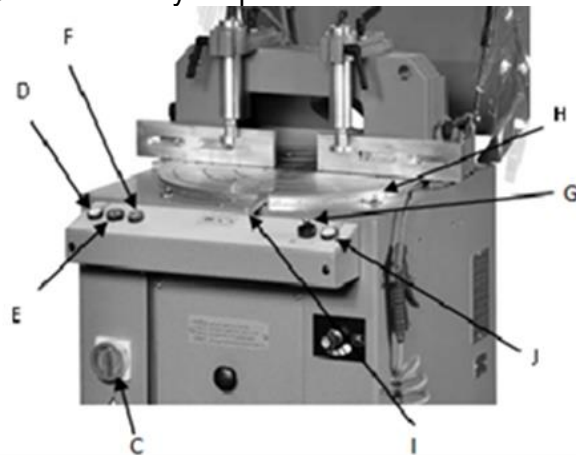
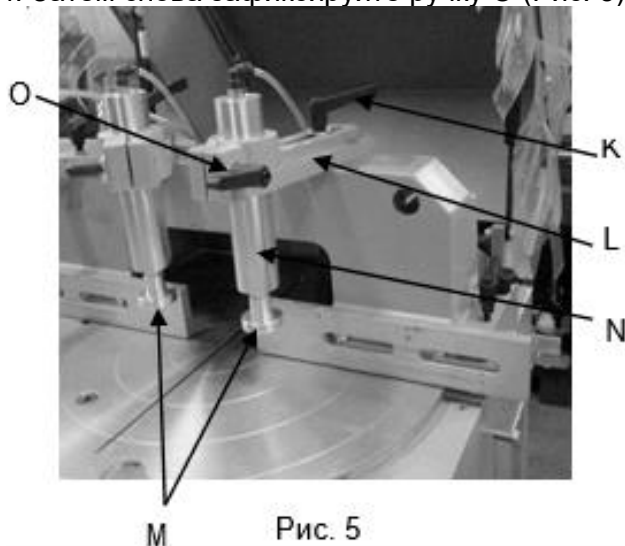

Рис. 4
Рис. 5
Панель управления (Рис. 4)
1. Включите главный выключатель С (Рис. 4).
2. Закрепите заготовку, повернув переключатель G (Рис. 4), который активирует прижимы М (Рис. 5).
4. Нажмите зеленую кнопку F (Рис. 4), чтобы запустить двигатель.
5. Нажмите одновременно обе кнопки D и J (Рис. 4), чтобы запустить отрезной диск и подачу смазки.
6. Разожмите заготовку при помощи переключателя G (Рис. 4).
9. Отключите двигатель при помощи кнопки Е (Рис. 4).
1. Для горизонтальной настройки ослабьте фиксатор К (Рис. 5), затем надавите перпендикулярно на поршни N (Рис. 5) и прижим L (Рис. 5), пока они не займут требуемое положение, затем зажмите фиксатор К (Рис. 5).
2. Если требуется зажать заготовку меньшего сечения, ослабьте ручку О (Рис. 5) и потяните поршни N вниз (Рис. 5).
3. Если требуется зажать заготовку большего сечения, ослабьте ручку О (Рис. 5) и поднимите поршни N (Рис. 5) до тех пор, пока не сможете зажать заготовку.
4. Затем снова зафиксируйте ручку О (Рис. 5).
распыления тумана W (Рис. 8). Блок начинает работу автоматически при запуске пильного диска путем одновременного нажатия на кнопки запуска D и J (Рис. 4). Масло находится в баке X (Рис. 8). Регулярно проверяйте (каждые 24 часа), что масло находится на нужном уровне. (Используйте только масло).
1. Убедитесь, что главный выключатель C (Рис. 4) выключен.